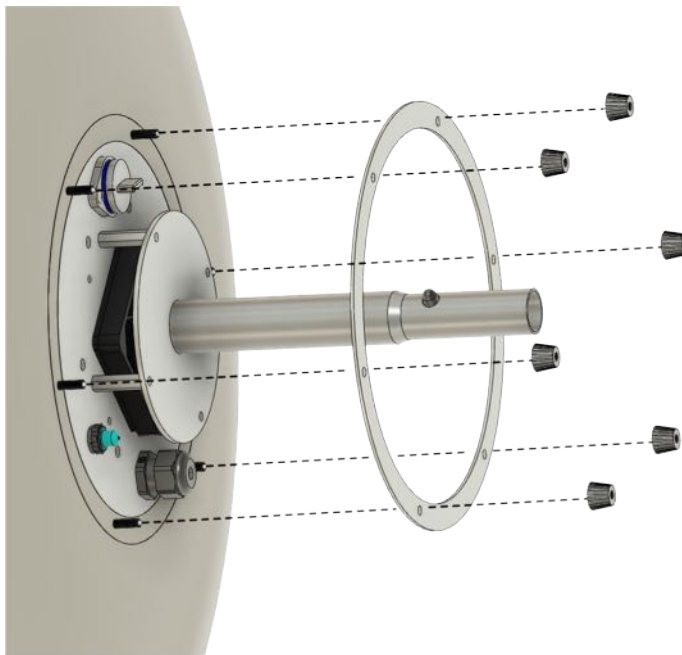

Abb. 5
2. Rimuovere i 6 dadi conici e l'anello di alluminio sul fondo della piastra di base (fig. 5).